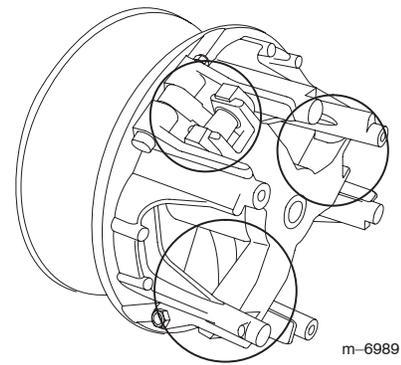

Figura 41
5. Lubrique las piezas en movimiento en las zonas indicadas en la Figura 41 usando Spray Lubricante Seco de Toro, disponible a través de su Distribuidor Autorizado Toro.